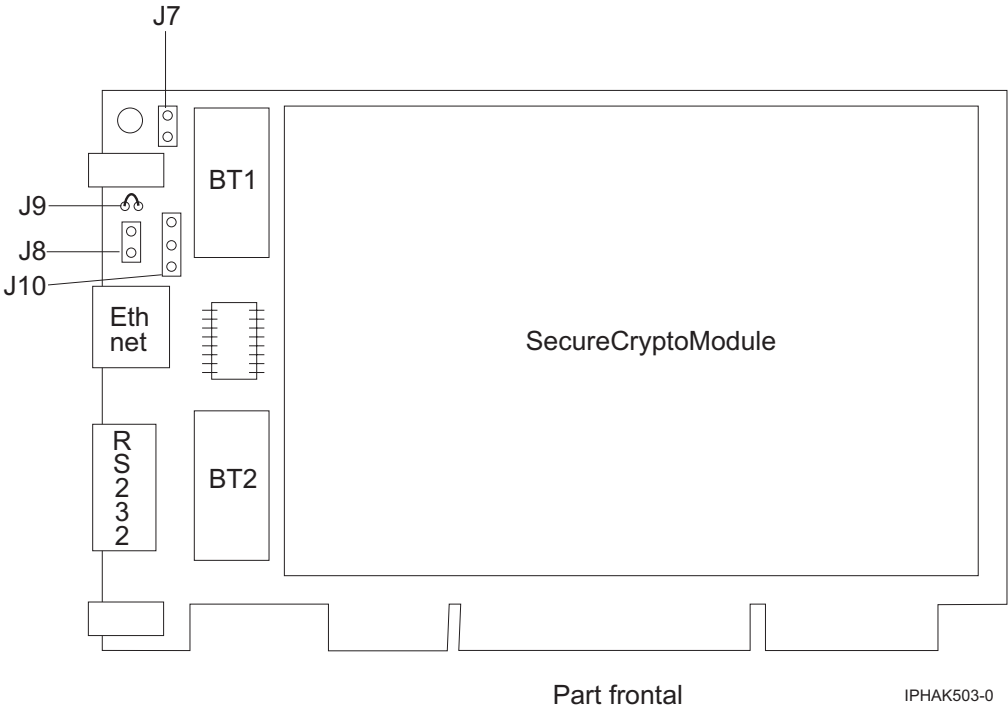

Figura 38. Part frontal de l'adaptador
6. Inseriu una de les bateries noves a la safata proporcionada amb el kit. Alineeu el + en la bateria amb el + que apareix en la safata (al final amb el cable vermell). Connecteu els cables de la safata al connector J10 situat a prop del port de sèrie RS-232, com es mostra en Figura 38 a la pàgina 138. El connector està polaritzat per assegurar la seva correcta connexió.